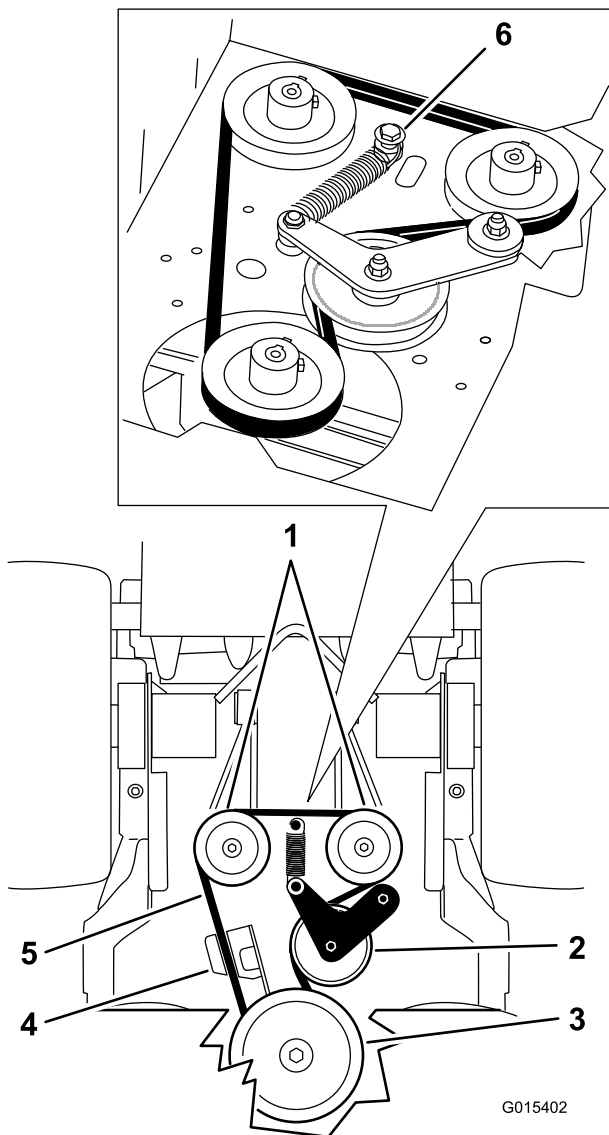

Figure 66
5. Retirez le boulon à épaulement, l'écrou et la rondelle du plancher moteur et du ressort (Figure 66).
6. Déposez la courroie d'entraînement de la pompe (Figure 66).
8. Placez le ressort sur le boulon à épaulement et la rondelle, et fixez-le au plancher moteur avec l'écrou (Figure 66).